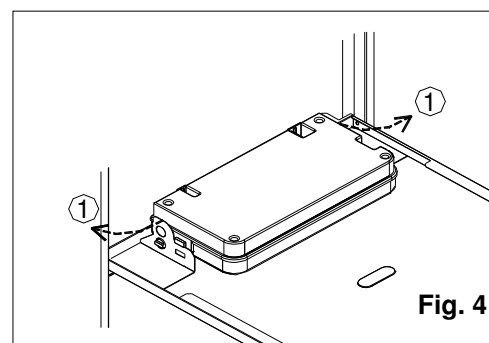
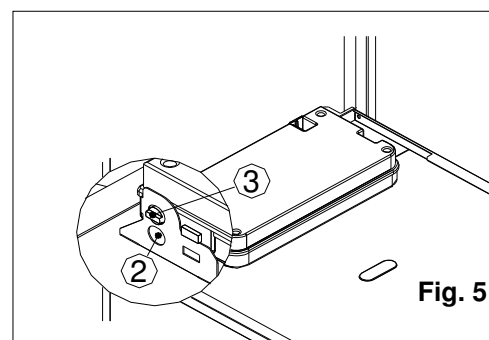

Fig. 4
Fig. 5
- c. Saisir simultanément les équerres du tableau de commande et en les écartant ① (Fig. 4), déplacer le panneau de la position ② à la position ③ (Fig. 5);